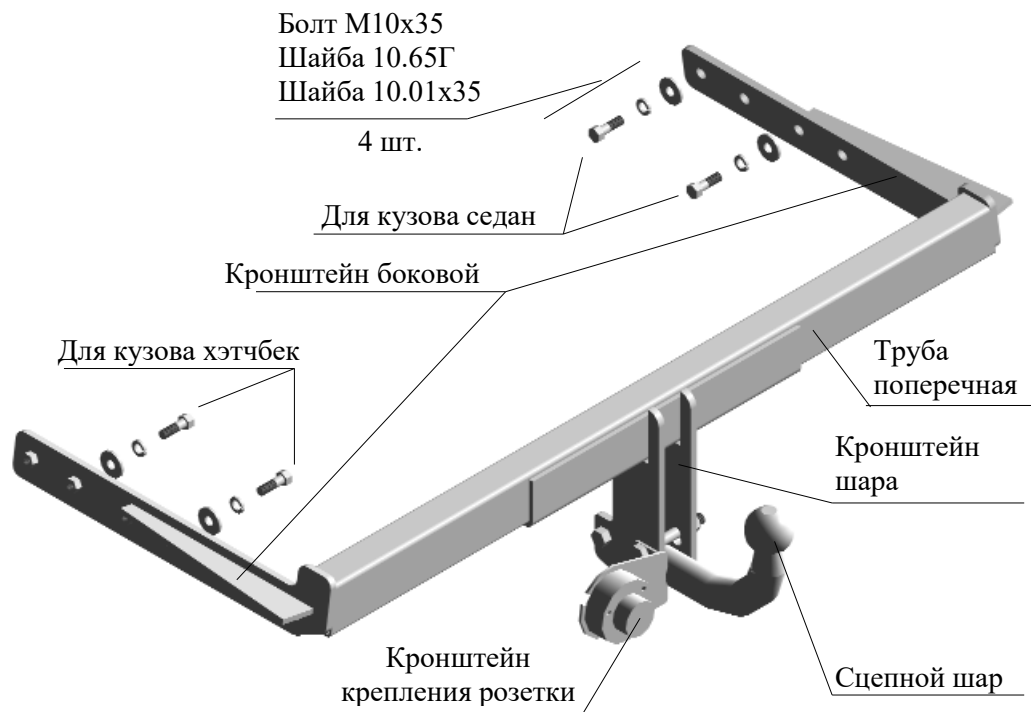

РИС.1 Тягово-сцепное устройство ТСУ 6010.
2.1 ТСУ 6010 в сборе (рис.1)	1 шт.
2.2 Пакет комплектующих в соответствии с рис.1	1 шт.
- 4.5 Установить ТСУ на автомобиль: боковые кронштейны ТСУ в лонжероны до совпадения положения приваренных гаек с отверстиями в лонжеронах (см. рис. 1); кронштейны шара до упора в панель бампера. Установить на места болты М10х35.